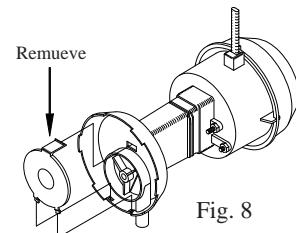

Fig. 8
- Limpiar la bomba.** Es necesario limpiar la bomba una vez al principio de cada año. Por su propia seguridad, apague la unidad y desconecte el motor y la bomba. Quite la bomba de su montura. Quite la base de la bomba (véase fig. 8). Limpie la bomba. Dé le vuelta a la hélice para verificar que se mueve libremente. Quite el pico de la bomba y vea si está obstruido. Vuelva a colocar la base de la bomba. Coloque la bomba en la unidad y fíjela en su montura. Esto impedirá que se caiga la bomba al agua, lo que dañaría el motor. No se olvide de volver a conectar el tubo de agua a la bomba. La bomba contiene un depósito protector en caso de sobrecalentamiento (se apagará automáticamente).